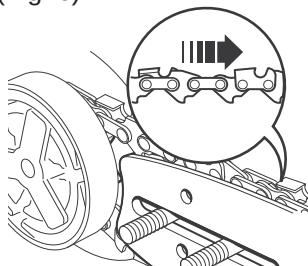

Fig. 5
- > Faites passer la chaîne [3] par dessus le pignon d'entraînement [22] situé derrière l'embrayage [21], puis enfiler-la autour du guide-chaîne [4] en faisant attention à bien orienter les lames dans le sens de rotation (Fig. 5).